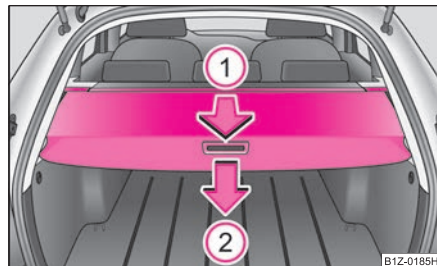

Fig. 84 Portbagajul:
- Trageți raftul din portbagaj până la limită în sensul indicat ① în poziția asigurată ⇒ fig. 84.
Dacă doriți să utilizați tot portbagajul, puteți demonta raftul din portbagaj ⇒ pagina 81, fig. 84.